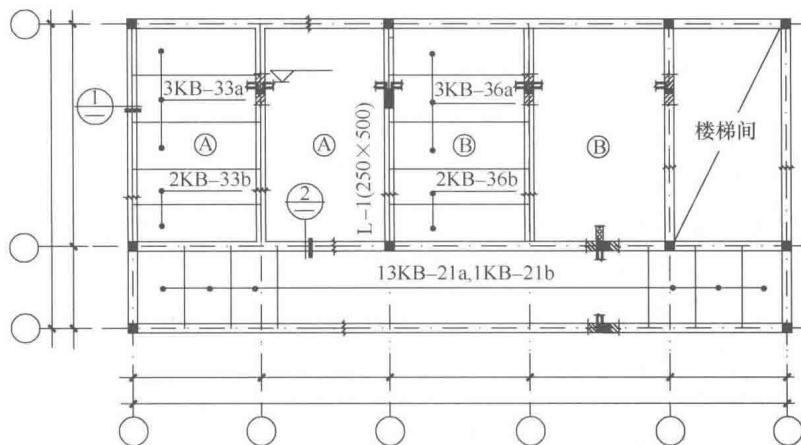
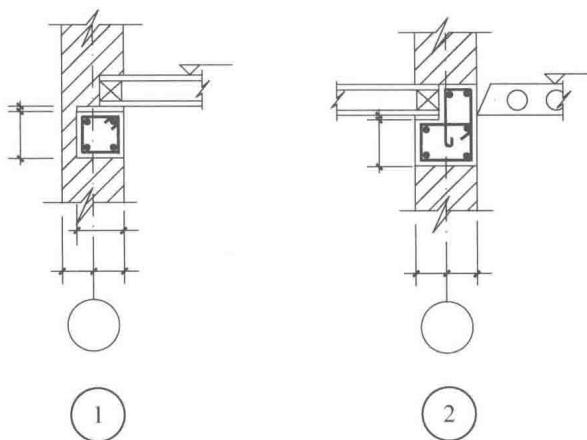

图 1-1 用正投影法绘制预制楼板结构平面图
图 1-2 节点详图
- 2) 结构平面图应按图 1-1、图 1-2 的规定采用正投影法绘制，特殊情况下也可采用仰视投影绘制。